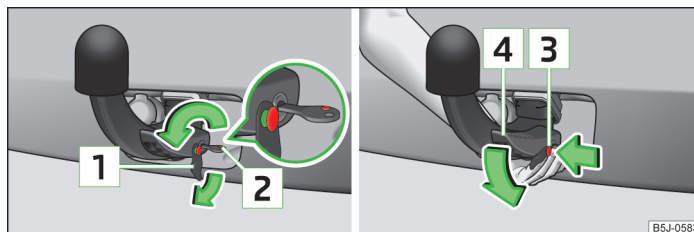

Abb. 105 Bedienungshebel der Kugelstange entriegeln / Kugelstange lösen
- Die Kappe **1** » Abb. 105 vom Schloss der Kugelstange in Pfeilrichtung abziehen.